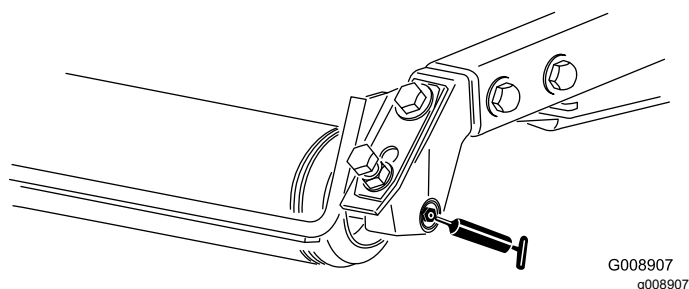

Figura 73
- Lagăre cu role spate (2 per unitate de tăiere) - Figura 73